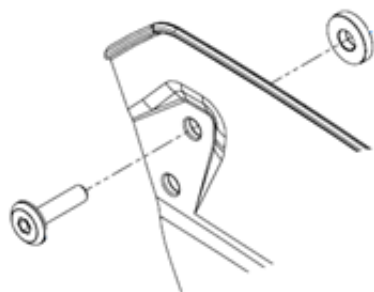
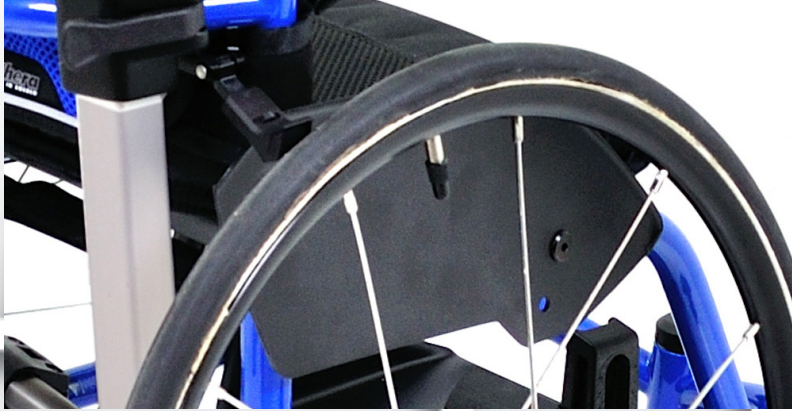

Fig 4
Fig 5
2) Lägg brickan mellan chassit och sideskyddet vid det bakre hålen och fäst sideskydd och bricka med en skruv mot chassit Fig 4. Drag åt skruvarna med insexnyckel 3 mm med ett lätt tryck Fig 5.